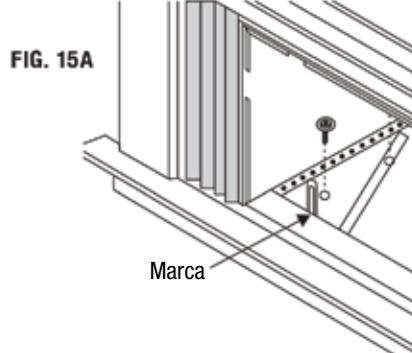

FIG. 15A
- Sostenga cada soporte a ras de la parte exterior del umbral y apriete hasta el fondo del gabinete como se muestra en la Fig. 15A. Marque los soportes en el nivel superior del alféizar y retírelos.